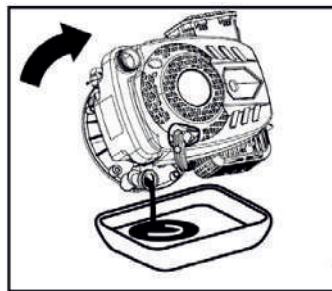

Рис. 17
5. Наклоните газонокосилку на бок и слейте отработанное масло из картера двигателя через маслозаливную горловину в заранее подготовленную емкость (Рис. 17).